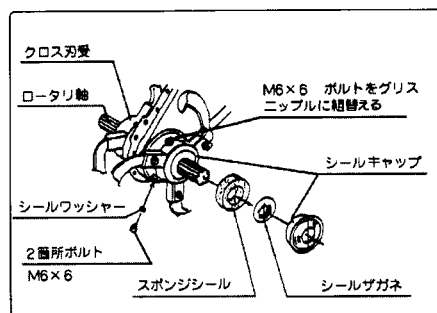

図42
- ② クロス刃受のフランジ部2ヶ所のボルト（M6×6 ϕ ）を外し、1ヶ所にグリスニップル（付属部分）を取付けてください。（図42）
- ③ グリスポンプでグリス（シャーシグリスは、やわらかい物）を給油してください。
- ④ グリスニップルを取外し、ボルト（M6×6 ϕ ）左右各2本のボルトを締付けてください。（図42）